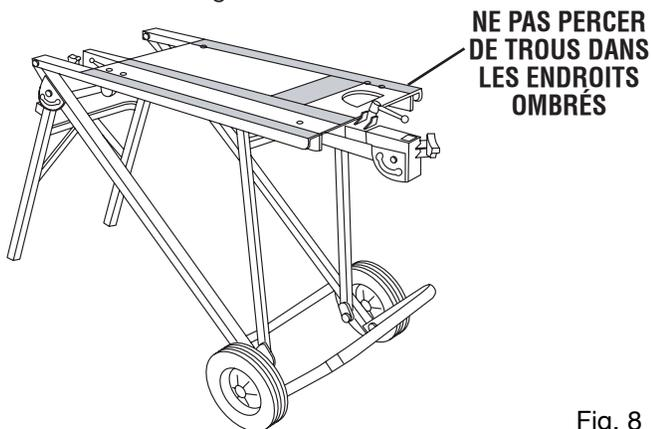

Fig. 8
Voir la figure 8.
- La quincaillerie de montage ne gênera pas le passage des tiges coulissantes de la table au-dessous de la scie. Les parties ombrées de la figure 8 représentent les points où la quincaillerie de montage peut gêner le passage des mécanismes de pliage/verrouillage. Veiller à positionner la scie à l'écart de ces points.